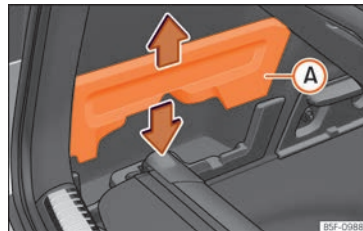

Abb. 177 Im Gepäckraum: Aufnahme zum Verstauen der aufrollbaren Abdeckung.
- Entfernen Sie die Abdeckungen »» **Abb. 177** **A** links und rechts.